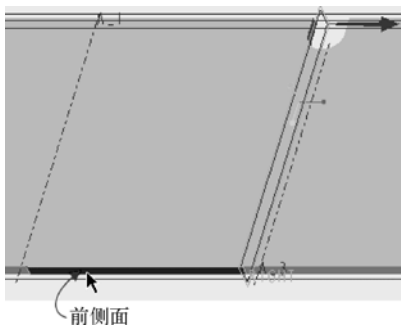

图 1-300 选择前侧面
(4) 确保在“原始特征的参考”列表框中选择第 2 个参考，并在当前钣金模型中选择 RIGHT 基准平面。
(5) 确保在“原始特征的参考”列表框中选择第 3 个参考，并在当前钣金模型中选择 A_1 轴。
(6) 确保在“原始特征的参考”列表框中选择第 4 个参考，并在当前钣金模型中选择图 1-300 所示的前侧面。